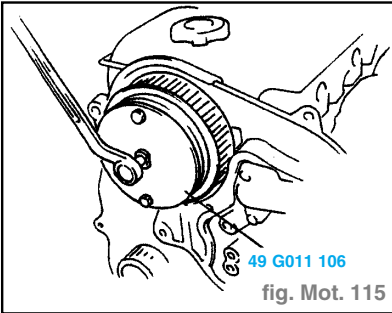

fig. Mot. 115
- Déposer la poulie d'arbre à cames à l'aide du SST. (fig. Mot. 115)